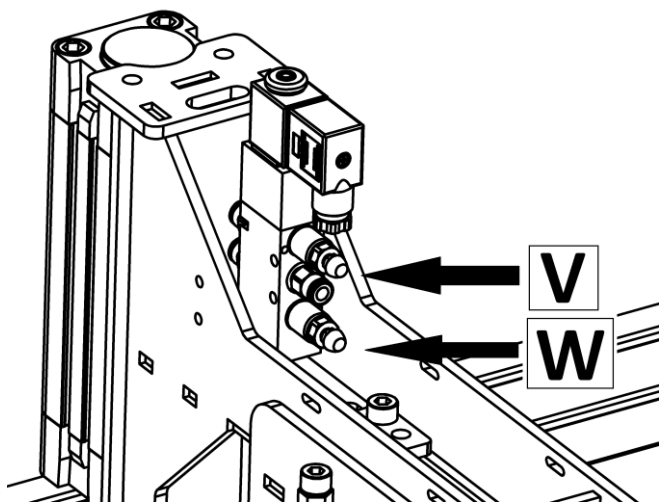

Рисунок 27
8.1 Для регулировки скорости подвода и отвода прижима, используются винта "V" и "W" (рис. 27).